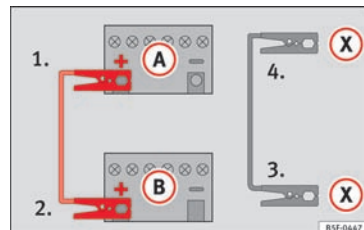

Fig. 79 Tilslutningsdiagram for biler med start-stop-system
- I biler med start-stop-system skal du tilslutte den ene ende af det *sorte* startkabel (X) til et egnet stelpunkt på karrosseriet, til en massiv metaldel, som er monteret på motorblokken, eller på selve motorblokken » Fig. 79.
5. I bilen med det afladede batteri skal du tilslutte den anden ende af det *sorte* startkabel (X) til en massiv metaldel, som er monteret på motorblokken, eller på selve motorblokken, men det skal være et sted, som er langt væk fra batteriet (A).